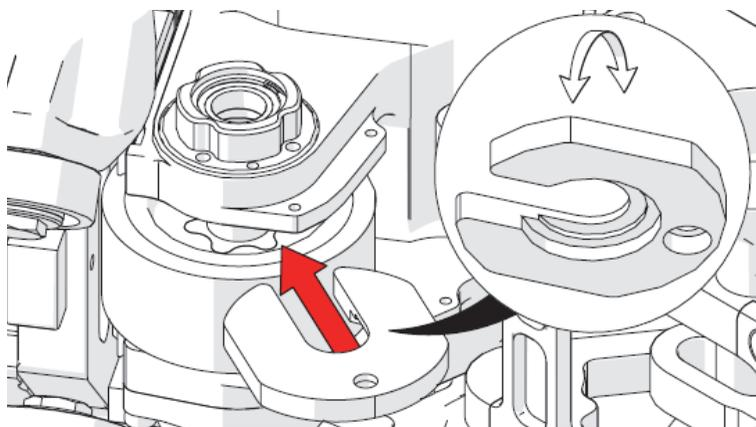

Figure 2-17 Insertion de l'extracteur de roue
19. Faites glisser l'extracteur de roue entre la roue et le bras de l'essieu, en veillant à ce que le côté doté d'un trou chambré soit orienté vers le bas, en direction de la roue (Figure 2-17 à la page 102).